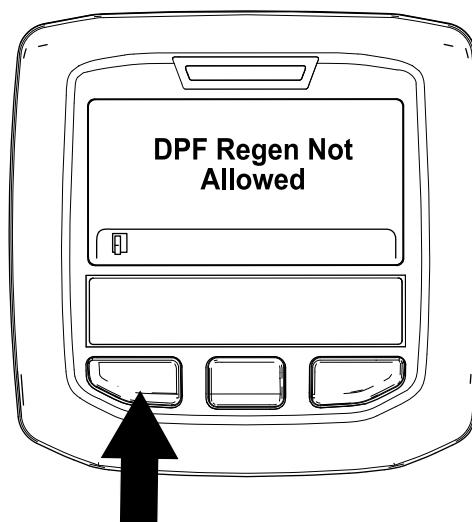

図 34
- 再生不許可の場合には DPF Regen Not Allowed と表示される図 34。左ボタンを押してホーム画面に戻る。